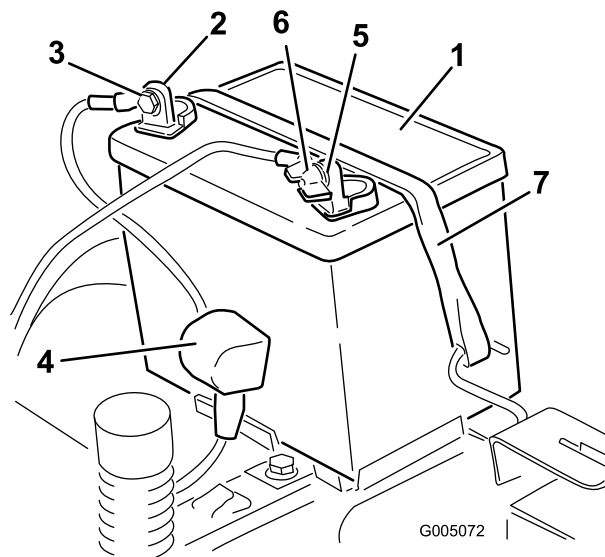

Figura 32
4. Staccate il cavo negativo (nero) di terra dal polo della batteria (Figura 32). Conservate tutti i dispositivi di fermo.
5. Infilate il cappuccio di gomma sul cavo positivo (rosso) della batteria. Staccate il cavo positivo (rosso) dal polo della batteria (Figura 32). Conservate tutti i dispositivi di fermo.
6. Togliete il dispositivo di fissaggio della batteria (Figura 32) e togliete la batteria dal vassoio.
1. Posizionate la batteria sul vassoio con i poli dei morsetti rivolti verso la posizione di guida (Figura 32).
5. Fissate la batteria con l'apposito dispositivo (Figura 32).